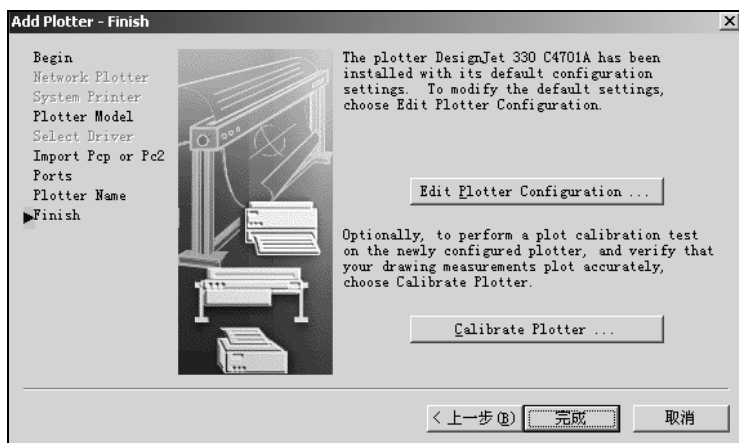

图 10-9 Add Plotter – Finish 对话框
(8) 在 Add Plotter – Plotter Name 对话框中, 有一个 Plotter Name 文本框, 用户可在其中为所设置的绘图仪命名。命名结束后, 单击“下一步”按钮, 弹出 Add Plotter – Finish 对话框, 如图 10-9 所示。在该对话框中用户可以通过“Edit Plotter Configuration”按钮设置绘图仪的有关参数, 如图纸尺寸、进纸方式等, 也可通过“Calibrate Plotter”按钮测试安装是否正确。设置完毕后, 单击“完成”按钮, 即可结束本次绘图仪驱动程序的安装。